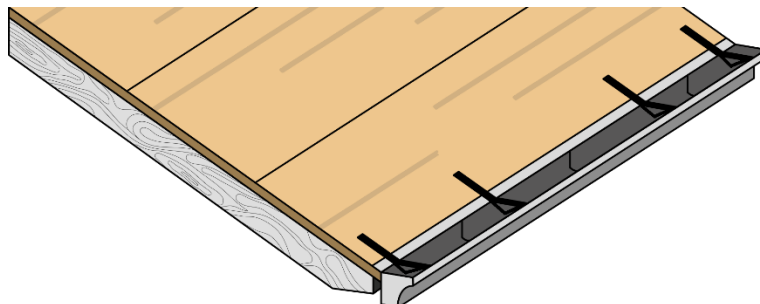

Fig. 2 - Installazione dei canali di gronda
- Prima di iniziare la posa delle tegole canadesi, installare i canali di gronda o i gocciolatoi in copertura e fissarli in maniera adeguata al sottofondo, attraverso dei tiranti - Fig. 2.